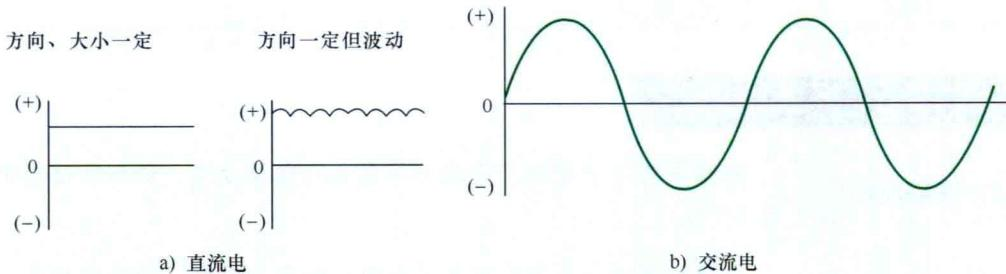

图 1-2 直流电与交流电的特点
3) 电流中既有流动方向和大小都是一定的(直流)，也有方向和大小随着时间而变化的(交流)，如图 1-2 所示。